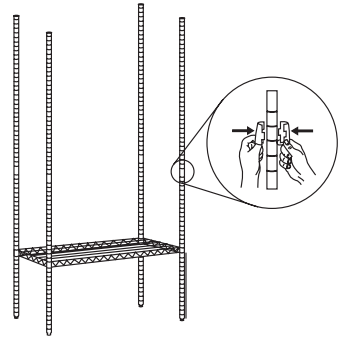

Fig. 4
6. Situez l'étagère suivante en comptant les rainures sur les montants, jusqu'à la hauteur qui convient. Calez une fixation et répétez cette opération pour chaque montant [Fig. 4].